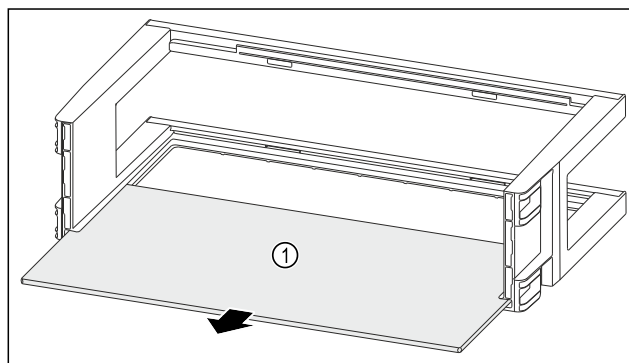

Fig. 129
- Izvadite policu Fig. 129 (1).